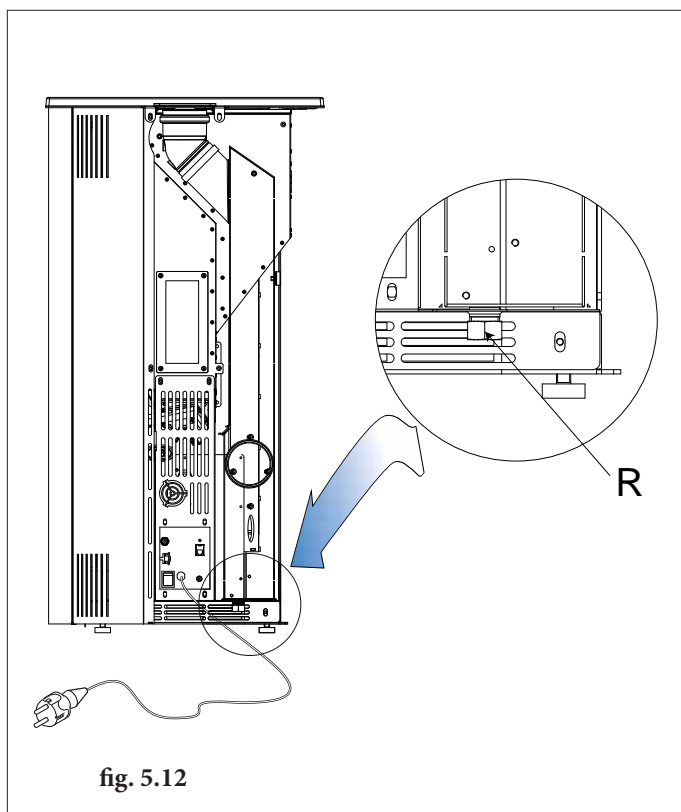

fig. 5.12
5.5.2 Pour augmenter le niveau de sécurité, nous avons prévu un raccord fileté équipé de bouchon "R" pour relier le tuyau d'évacuation de la condensation dans l'éventualité lointaine que cela puisse servir (Fig. 5.12)